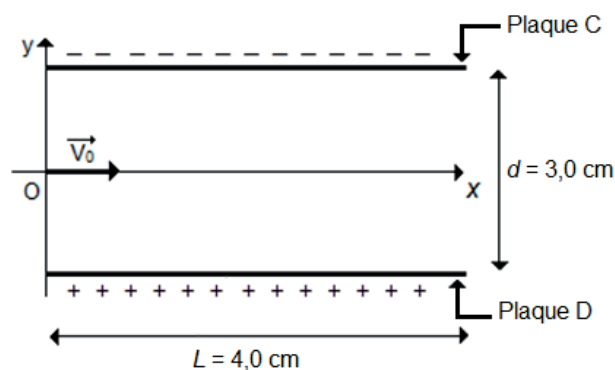

Figure 3. Schéma du condensateur plan de la chambre à ionisation
On s'intéresse au mouvement d'une particule α arrivant dans la chambre à ionisation en l'absence de fumée. Cette particule arrive en un point O avec un vecteur vitesse initiale $\vec{v}_0$ parallèle aux plaques C et D du condensateur plan (voir figure 3).
2.2. Reproduire sur la copie le schéma de la figure 3 puis y représenter le champ électrostatique $\vec{E}$ et la force électrostatique $\vec{F}_e$ que subit la particule α au point O. Justifier.